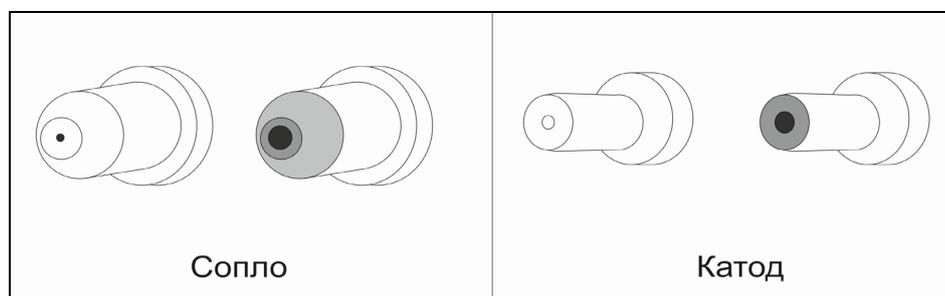

Рис. 13. Износ сопла и электрода
- **Степень износа быстроизнашиваемых частей** (см. рис. 13).